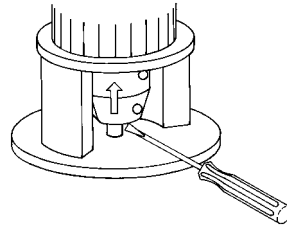

Fig. 15 Justering av koppling och pumpaxel
3. Kopplingen och pumpaxeln lyfts (mot motorn) med hjälp av en skruvmejsel eller liknande, så att pump- och motoraxel går emot varandra, fig. 15.